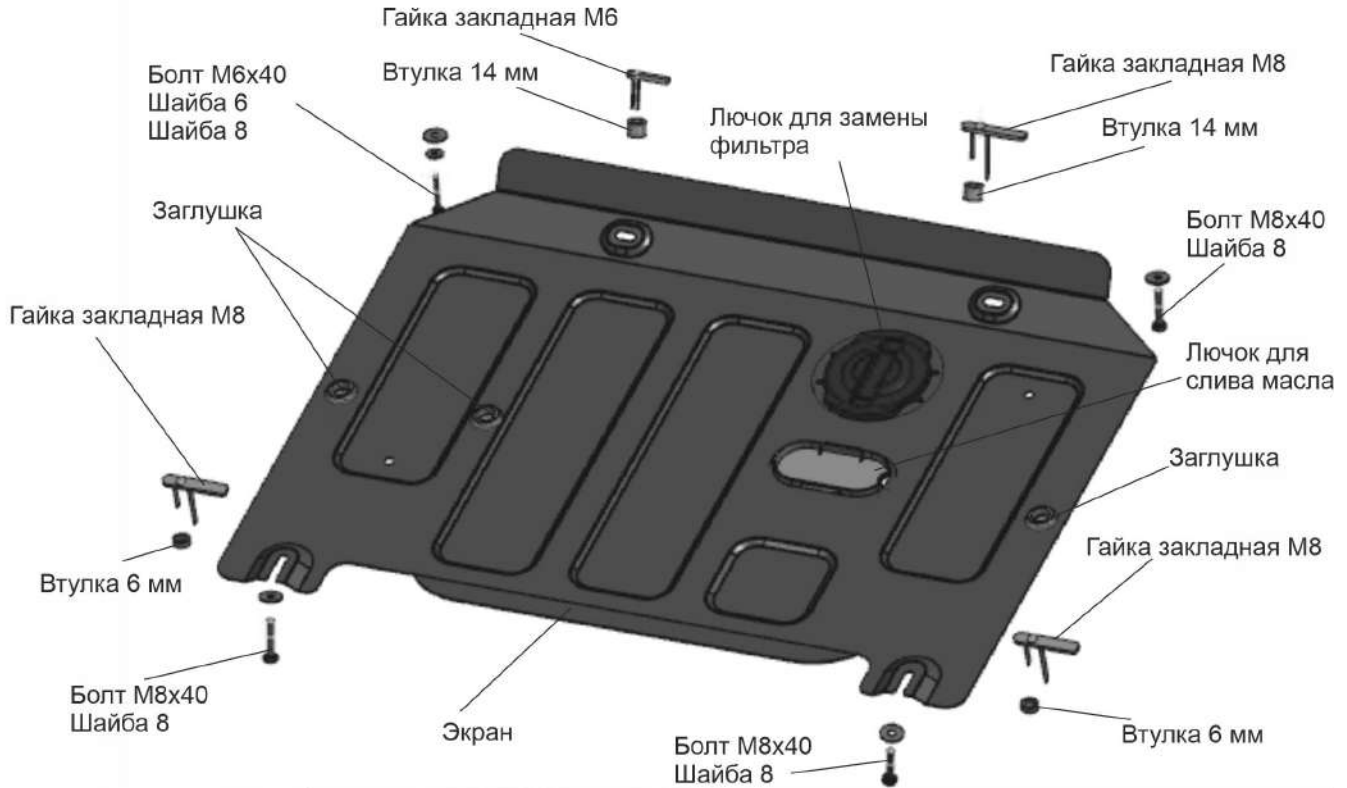

Рис.1
2. Вставить гайки закладные М8 в отверстия (А), гайку закладную М6 в отверстие (Б), разогнуть усики (рис.1).